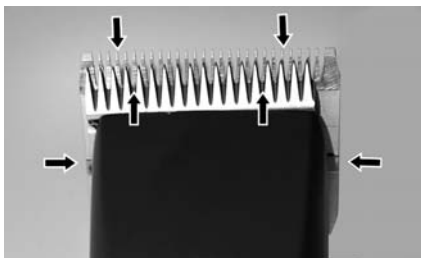

Fig. 22
För att uppnå ett bra klippresultat och för att öka klipprens och klipphuvudets livslängd måste du lägga på en tunn oljefilm mellan över- och underskåret (fig. 22).
- Smörj skären tillräckligt mycket under klippningen (minst var femtonde minut), så att de inte torkar (fig. 22).
Skären måste smörjas före, under och efter varje användning. När klippers skär lämnar ränder eller går med lägre hastighet är det ett tecken på att det behövs olja. Lägg några droppar olja fram på och tvärs över klippskären (se pilarna i fig. 22). Torka bort överskottsolja med en mjuk, torr trasa. Smörjsprayer innehåller inte tillräckligt mycket olja för att smörjningen ska bli bra, men kyler skären. Byt omedelbart skadade eller slöa skär för att undvika skador.